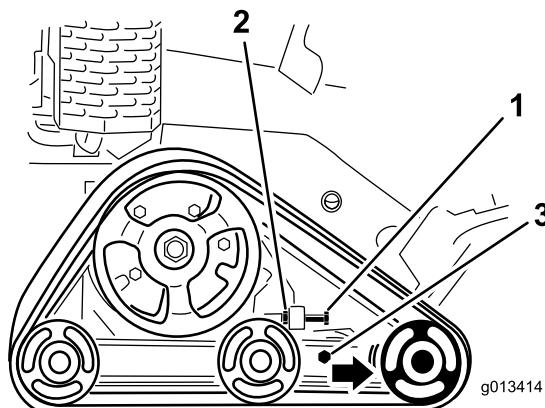

Figura 45
3. Allentate il controdado sul bullone di tensionamento dei cingoli e i bulloni del serrafilo sul braccio di tensione (Figura 45).
4. Serrate il bullone di tensionamento a un valore compreso tra 32,5 e 40 N·m per stringere il cingolo (Figura 45).
4. Allentate il bullone di tensione e il controdado (Figura 45).
5. Allentate i bulloni serrafile (Figura 45).